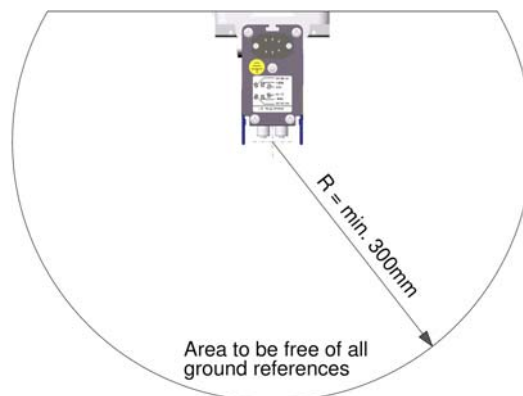

Figure 2
- Pour connaître les distances minimales, reportez-vous à la figure 2.